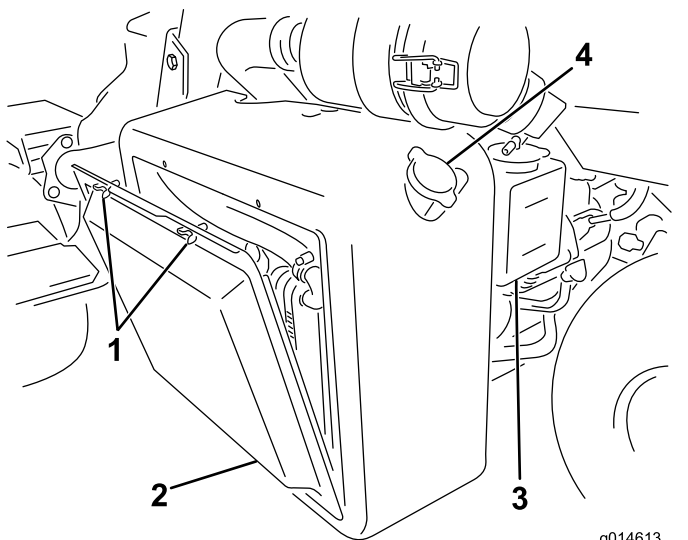
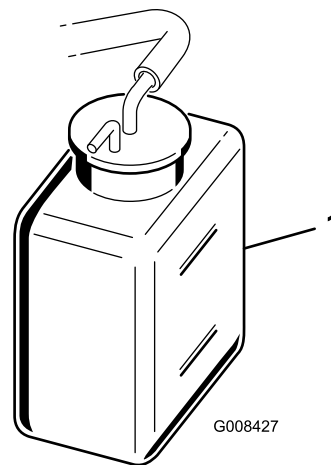

図 40
図 41
- ラジエーターのスクリーンを外す 図 40。
- 冷却液の量を点検する 図 40 と 図 41。